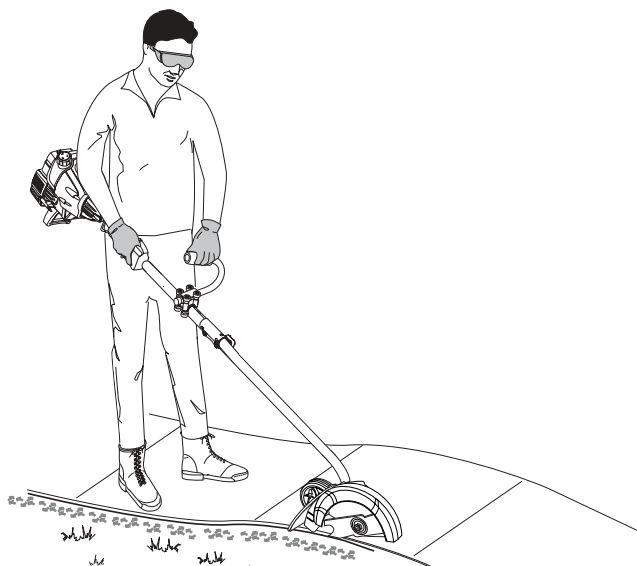

Fig. 15
Avant de faire marcher l'appareil, tenez-vous en position de fonctionnement (Fig. 15). Vérifiez les points suivants :
- La roue du coupe-bordure est réglée à la profondeur de coupe appropriée et le coupe-bordure est placé comme indiqué à la Fig. 15.